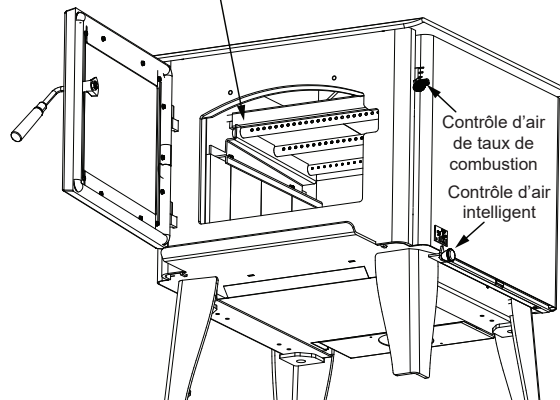
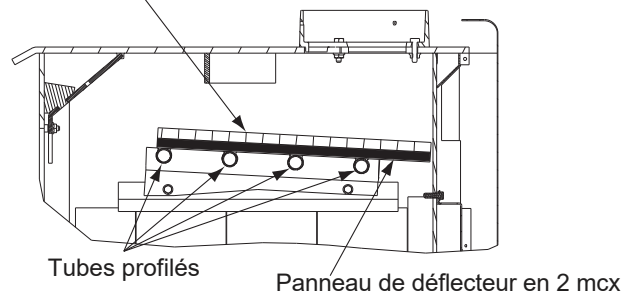

Figure 11.1
Figure 11.2
1. Confirmez que le déflecteur est bien positionné. Il devrait être aligné avec le tube avant et être appuyé sur tous les tubes (**Figure 11.1 et Figure 11.2**).